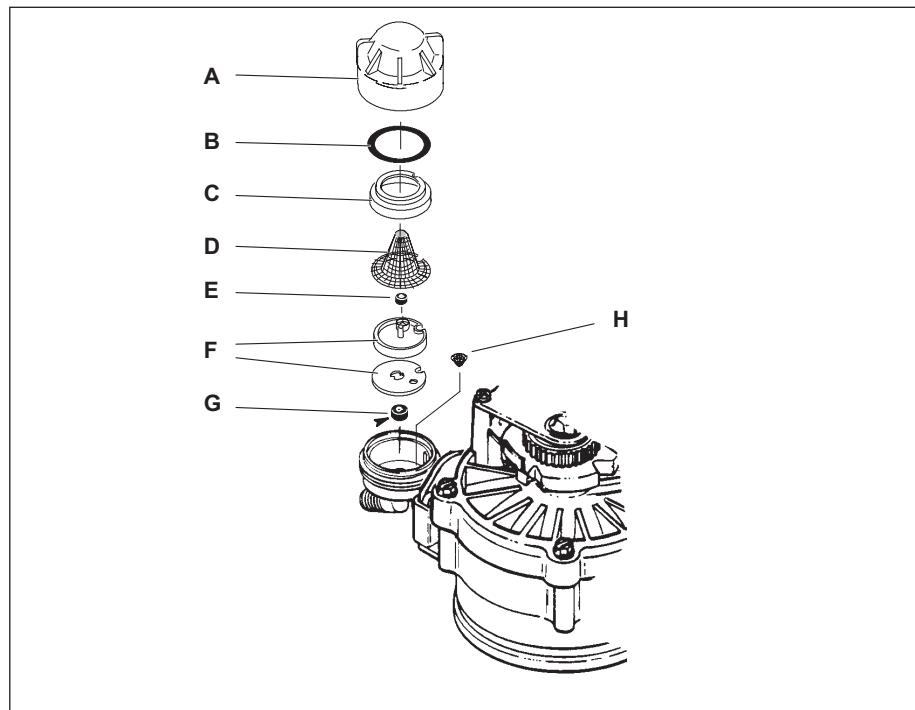

Abb. 16: Injectorkappenreinigung
1. Injectorkappe (A) abschrauben.
2. O-Ring (B), Siebhalterung (C), großes Trichtersieb (D), Durchflussbegrenzer (E), Injektorscheiben inkl. Dichtung (F), Durchflussbegrenzer für Solefüllung (G) sowie kleines Trichtersieb (H) gemäß Abb. 16 ausbauen.
4. Gereinigte Bauteile des Injectors (Abb. 16) in umgekehrter Reihenfolge zusammenbauen.